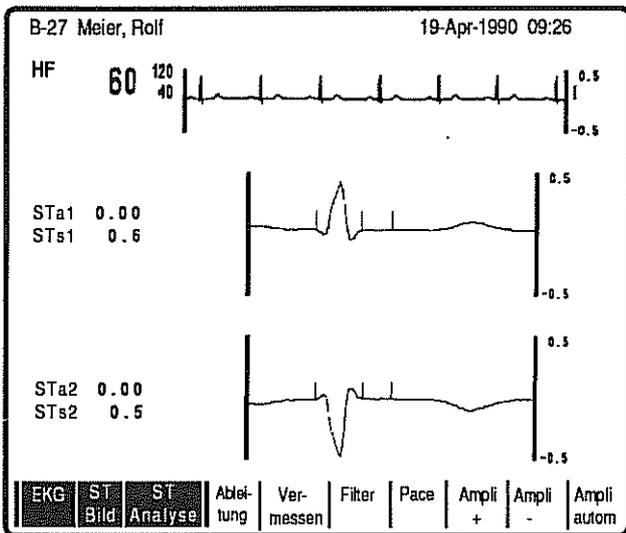

Bild 27
- * Rufen Sie mit Taste **F2 ST Bild** das ST-Bild auf und schalten Sie mit Taste **F3 ST Analyse** die ST-Analyse ein (Bild 27). Es erscheinen die beiden Mittelwertschläge (aus der ST-Analyse) mit den eingezeichneten Meßmarken. (Nehmen Sie nur eine Ableitung ab, so erscheint nur ein Mittelwertschlag.)